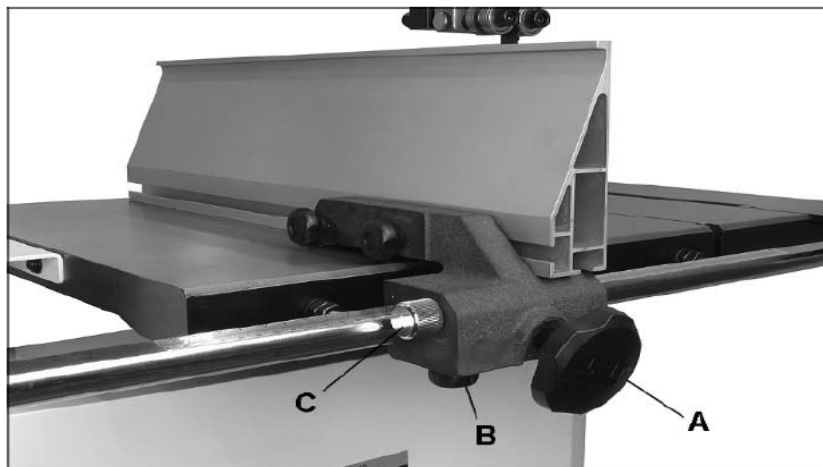

Рисунок 7-3
**ТОЧНАЯ РЕГУЛИРОВКА ПАРАЛЛЕЛЬНОГО УПОРА** См. Рисунок 7-3.
1. Ослабьте фиксатор упора (А, рисунок 7-3).